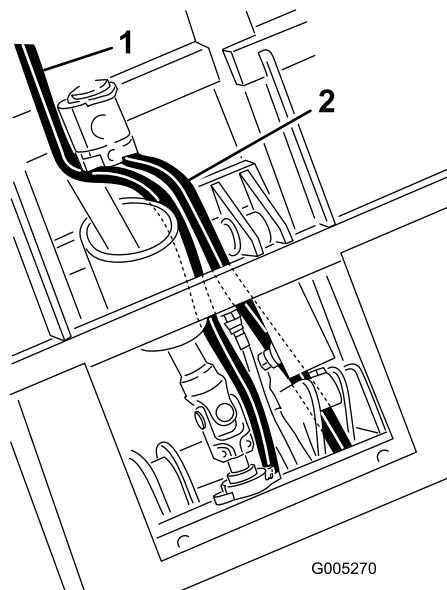

Figura 19
- Pase el manguito del depósito por debajo del cilindro de elevación y entre los soportes de montaje del cilindro hasta la válvula (Figura 19).
- Pase el manguito de presión junto al árbol de la toma de fuerza hasta la válvula (Figura 19).